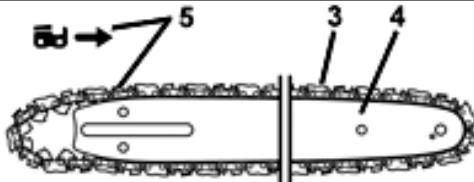
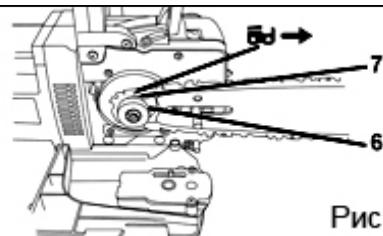
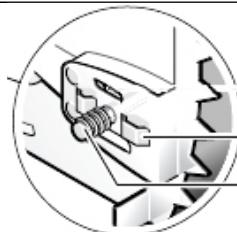

Рис. 2
Рис.3
Рис.4
- Разместите пильную цепь (3, Рис. 2) нашине (4, Рис. 2).
- Уложите звенья цепи на цепную звездочку (6, Рис. 3) на зубья звездочки (7, Рис. 3) и установите шину (4, Рис. 2) так, чтобы расположенные перед и позади крепящего болта (В, Рис. 4) водила шины (А, Рис. 4) попали в продольное отверстие шины (7, Рис. 3).